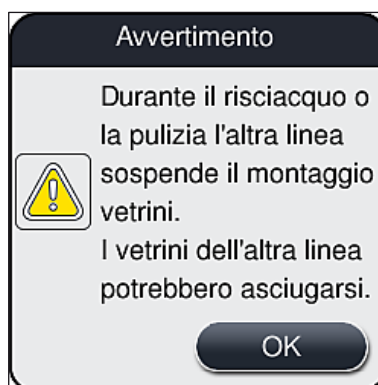

Fig. 95
2. Quindi premere il pulsante **Risc./Pulizia** della relativa linea di vetrini coprioggetto sinistra (→ Fig. 94-2) o destra (→ Fig. 94-3) e confermare il messaggio di avviso selezionando **OK** (→ Fig. 95).
4. Prendere nota dei successivi messaggi informativi (→ Fig. 95), (→ Fig. 96) e (→ Fig. 100) e confermarli ciascuno con **OK**.